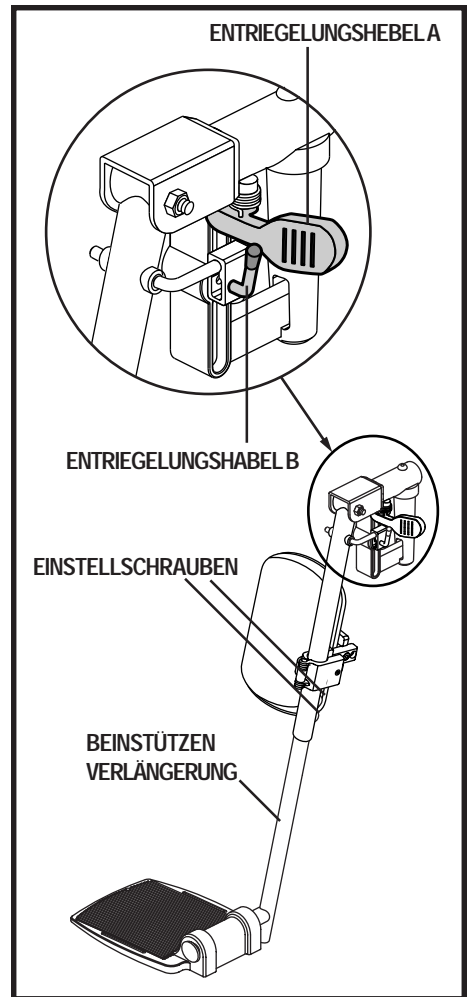

Abb. 5. Schwenkbare Beinstützen
1. Entfernen Sie die beiden Einstellschrauben von jeder Seite der Beinstützenverlängerung. Siehe Abb. 5.